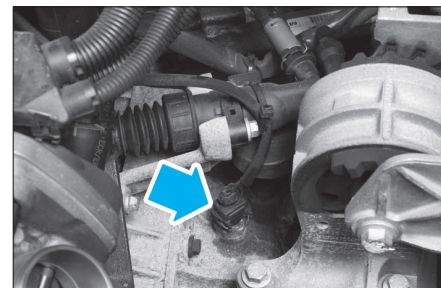

FIG. 6
- Mettre le cylindre récepteur (2) de côté sans ouvrir le circuit hydraulique.
- le connecteur du contacteur des feux de recul (Fig.6).